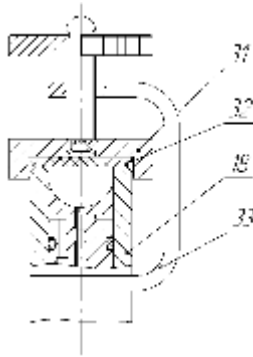

Рисунок 8 – Установка приспособления для проверки герметичности
- заглушить сопло калибратора давления, прижав к срезу сопла (поз.18, рисунок 8) пластину (поз.31) с резиновой прокладкой (поз.32) с помощью приспособления для проверки герметичности (поз.33) (входит в комплект поставки);
**ВНИМАНИЕ:** ПОСЛЕ ОКОНЧАНИЯ ПРОЦЕДУРЫ ПРОВЕРКИ ГЕРМЕТИЧНОСТИ, ВО ИЗБЕЖАНИЕ ПОВРЕЖДЕНИЯ МАНОМЕТРА, ПЛАВНО СБРОСЬТЕ ДАВЛЕНИЕ ИЗ КАЛИБРАТОРА ОСЛАБЛЯЯ ПРИЖАТИЕ ПЛАСТИНЫ (ПОЗ. 31, РИСУНОК 8) ПРИСПОСОБЛЕНИЯ ДЛЯ ПРОВЕРКИ ГЕРМЕТИЧНОСТИ.